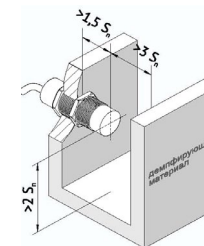

Рисунок 4 - Минимальные расстояния до металлических и демпфирующих объектов при установке неутопленных емкостных выключателей
5.3 Металлы и материалы с высокой диэлектрической проницаемостью (например, вода) обладают сильным демпфирующим действием, поэтому, если регулировкой чувствительности исключить их влияние невозможно, необходимо обеспечить свободную область вблизи активной поверхности выключателя согласно Рис.4.